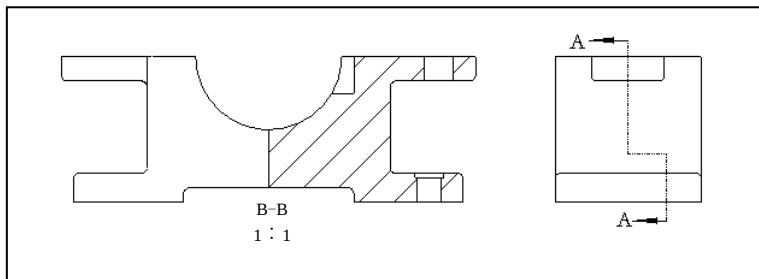
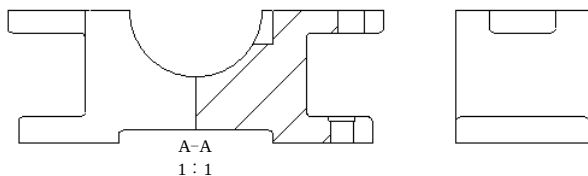

图 3.12.27 创建阶梯剖视图
图 3.12.35 创建左视图
本范例简单地介绍了创建阶梯剖视图的过程。创建阶梯剖视图的关键在于创建好对应的偏距剖截面,同样,在模型中创建偏距剖截面也是较简单的方法。本范例的工程图如图 3.12.27 所示。
- (1) 单击选中主视图，然后右击，从系统弹出的快捷菜单中选择 **投影视图 (P)** 命令。
- (2) 在系统 **选择绘图视图的中心点。** 的提示下，在图形区主视图的右部任意选取一点，系统自动创建左视图。
- (3) 双击左视图，在系统弹出的“绘图视图”对话框中设置视图的显示模式为 **消隐**，切线显示模式为 **无**，结果如图 3.12.35 所示。
Step8. 添加箭头。选取图 3.12.35 所示的主视图，然后右击，从系统弹出的快捷菜单中选择 **添加箭头** 命令，单击左视图，系统自动生成箭头，如图 3.12.27 所示。